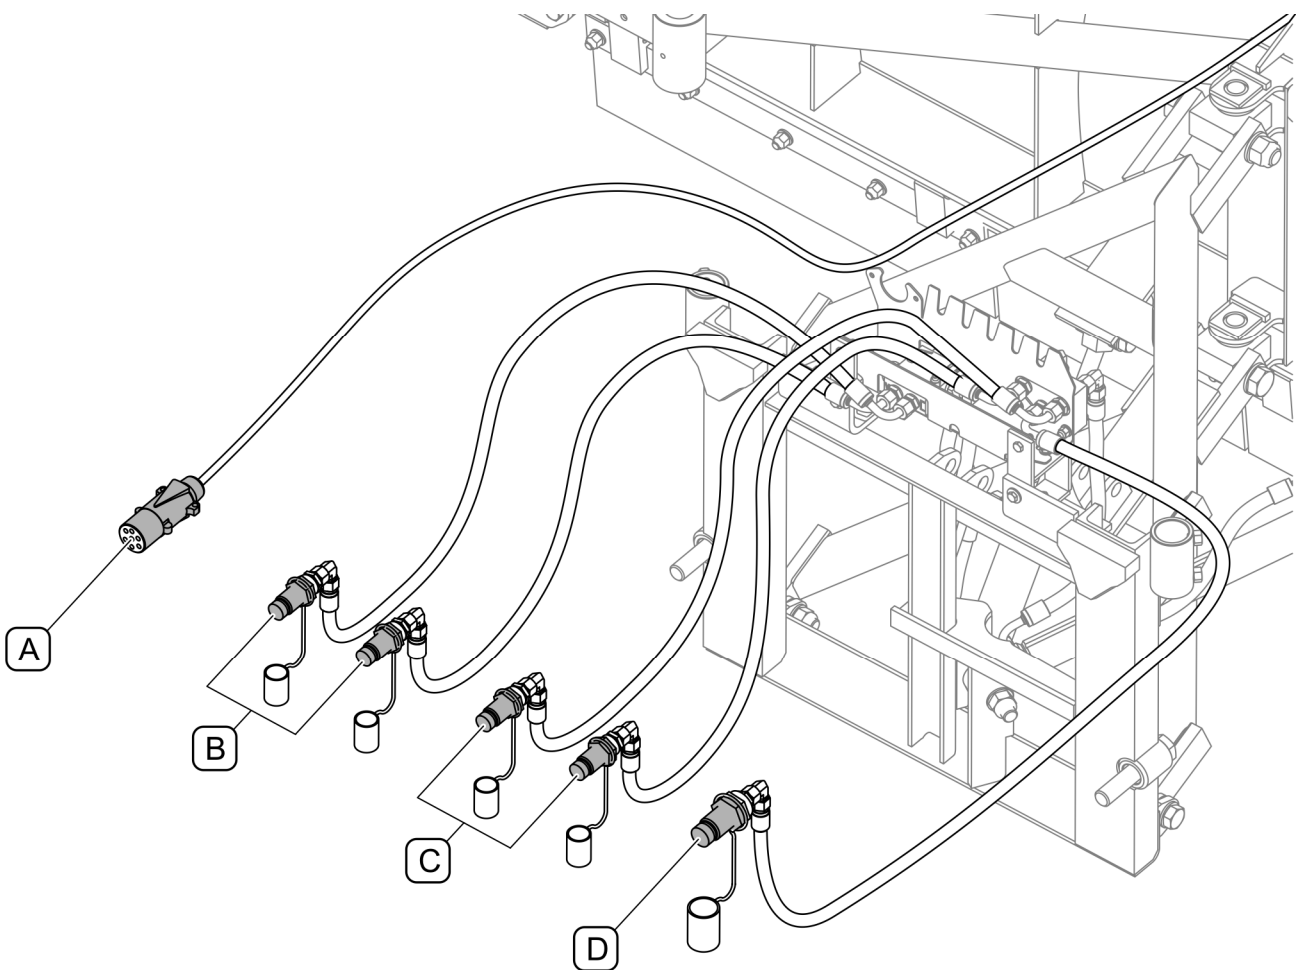

BILD 4.3 Verbindung von hydraulischen und elektrischen Systemen
Die hydraulisch gesteuerten Pflüge sind für den Anschluss an das externe Hydrauliksystem des Maschinenträgers ausgelegt. Die Hydraulikstecker (B), (C), (D) und der Stecker (A) für die Stromversorgung der Umrissleuchten des Pflugs (BILD 4.3) müssen an die entsprechenden Steckdosen an der Vorderseite des Maschinenträgers angeschlossen werden.
- 1) Fahren Sie den Maschinenträger in einem Abstand von ca. 30 cm an die Pflugaufhängung heran und stellen Sie das Fahrzeug mit der Feststellbremse fest. Schließen Sie die Hydraulikleitungen (BILD 4.3) der Pflugsteuerung an die entsprechenden vorderen Anschlüsse der externen Hydraulikanlage des Maschinenträgers an.